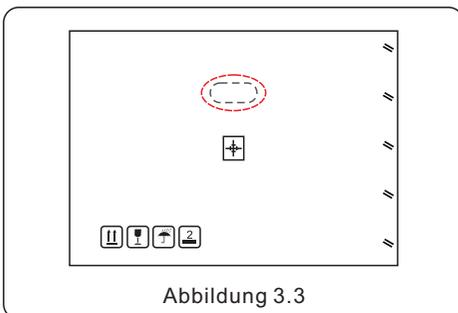

Abbildung 3.3
1. Die roten Kreise unten kennzeichnen Ausschnitte auf der Produktverpackung - einen pro Seite. Drücken Sie die Ausschnitte ein, um Griffe zum Bewegen des Wechselrichters zu bekommen (siehe Abbildung 3.3).